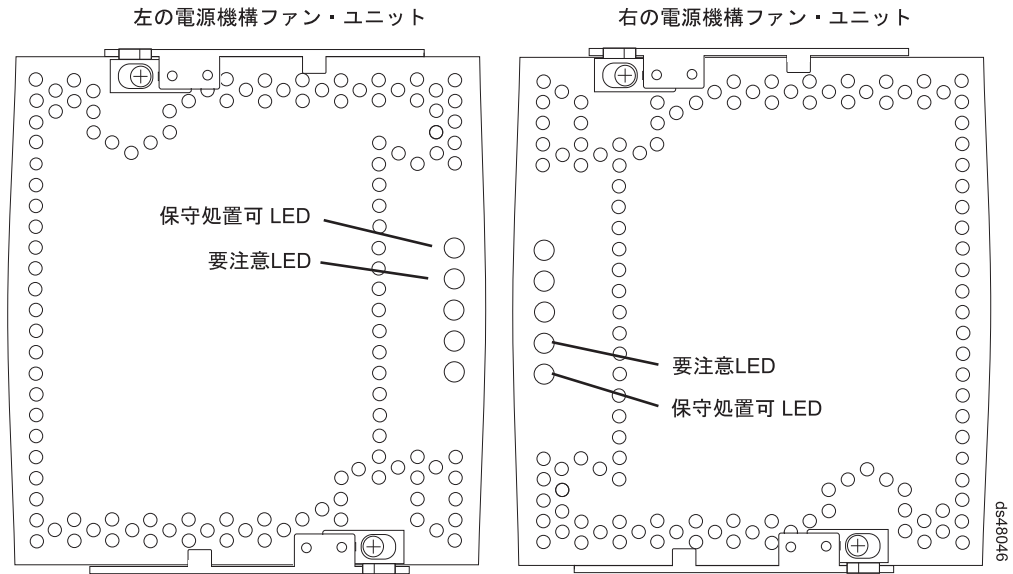

図 80. 電源機構およびファン・ユニットの要注意 LED
5. 各電源機構およびファン・ユニット上の要注意 LED を確認します。(図 80 は、左方の電源機構およびファン・ユニットの保守処置可 LED が最上部の、すなわち最初の LED であり、要注意 LED が 2 番目の LEDであることを示しています。右方の電源機構およびファン・ユニットで、保守処置可 LED は下部すなわち 5 番目の LED で、要注意 LED は次の (すなわち 4 番目の) LED です。